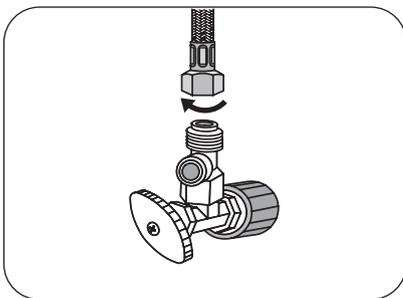

Fig. 13
4. Colocar la manguera en el conector de alimentación a agua. (Ver Fig. 13).